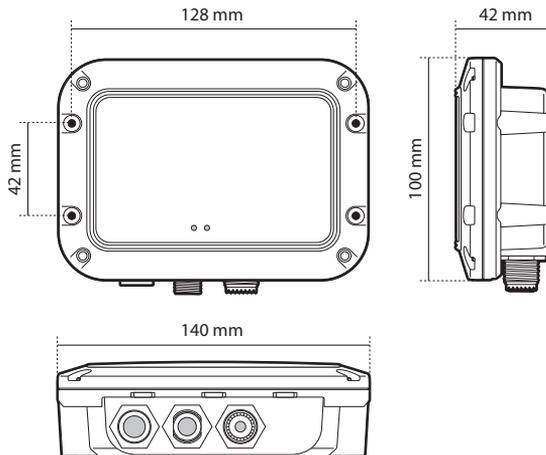

Abbildung 5 AIS-Empfänger Abmessungen
- Für das Verlegen der Kabel sollte um den AIS-Empfänger herum ausreichend Platz vorhanden sein. Weitere Informationen zu den Abmessungen des AIS-Empfänger finden Sie in Abbildung 5.